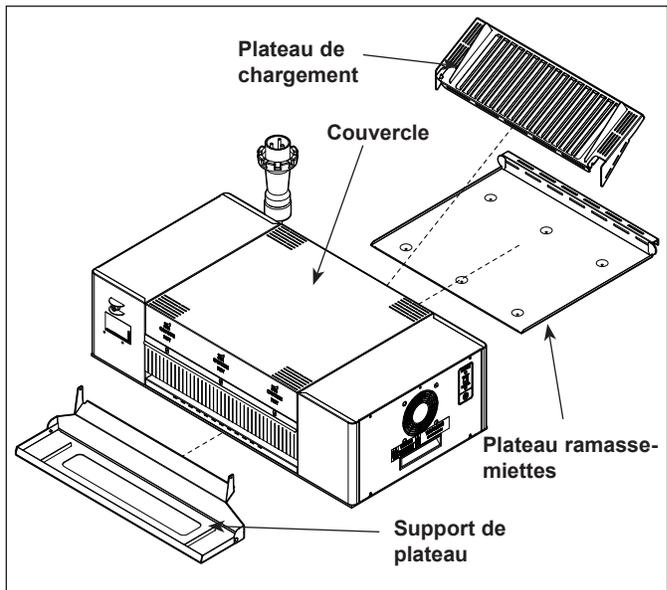

Figure 4. Composants du HRT-5H
1. Lorsque l'appareil est branché, appuyer et maintenir enfoncé le bouton **MENU** (figure 4) pendant cinq secondes. Le panneau de commande affiche « Heater A » (réchaud A). L'écran affiche le point de consigne, le courant de fonctionnement et le cycle SSR.
2. Utiliser les boutons de flèche directionnelle **GAUCHE** et **DROITE** (figure 4) afin de défiler dans les réglages qui apparaissent dans l'ordre suivant :
3. Pour modifier un réglage, appuyer sur le bouton **OK** et puis utiliser les boutons de flèche directionnelle **GAUCHE** et **DROITE** pour l'ajuster au besoin. Appuyer de nouveau sur le bouton **OK** pour sauvegarder les modifications. Voir Figure 4.
2. Mettre des gants en néoprène. Retirer le plateau de chargement de brioche, le plateau ramasse-miettes, le support de plateau et le plateau (Figure 4).